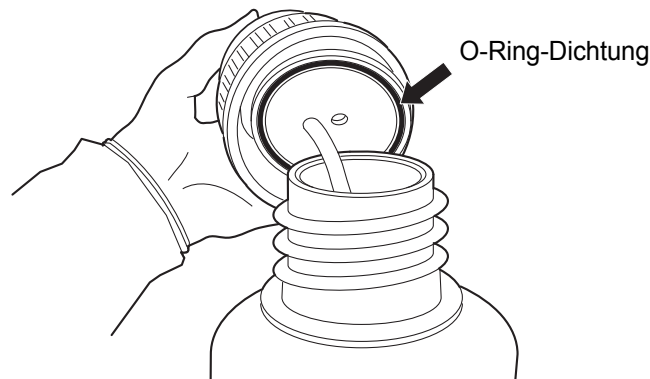

Abbildung 8-11 O-Ring-Dichtung der Abfallflasche untersuchen
4. Vor dem Aufschrauben die O-Ring-Dichtung im Abfallflaschendeckel auf Verschmutzungen untersuchen Siehe Abbildung 8-11.